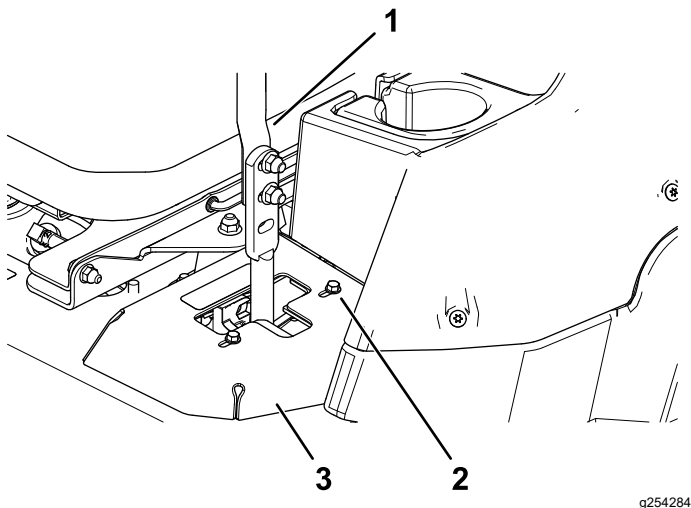

Figure 51
- Si elle se déporte à droite, desserrez les boulons et déplacez la plaque de butée gauche en arrière sur la fente en T gauche, jusqu'à ce que la machine se déplace en ligne droite (Figure 51).
- Si elle se déporte à gauche, desserrez les boulons et déplacez la plaque de butée droite en arrière sur la fente en T droite, jusqu'à ce que la machine se déplace en ligne droite (Figure 51).
6. Serrez les boulons de la plaque (Figure 51).